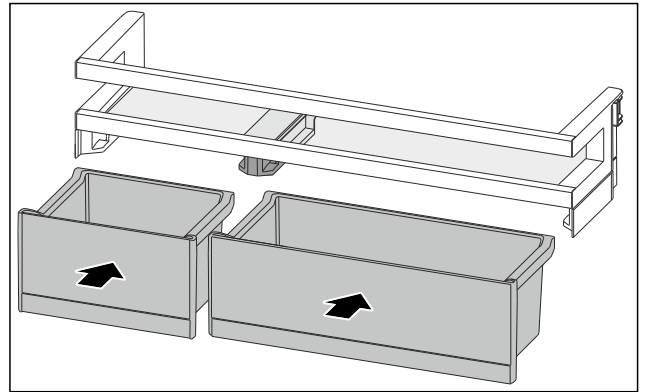

Fig. 119
- ▶ 排列互换后装入 VarioBox。（参见 Fig. 119）